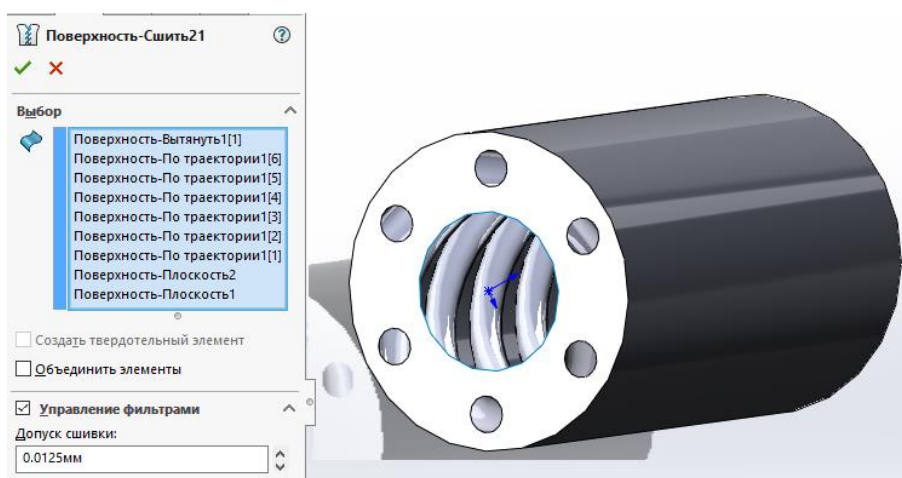

Рис. 15. Сшивка поверхностей внешней оболочки
16.2. Снова используем инструмент **Сшить поверхность** . Выделяем все внешние поверхности, как показано на рис. 15, и нажимаем галочку в верхней части панели .